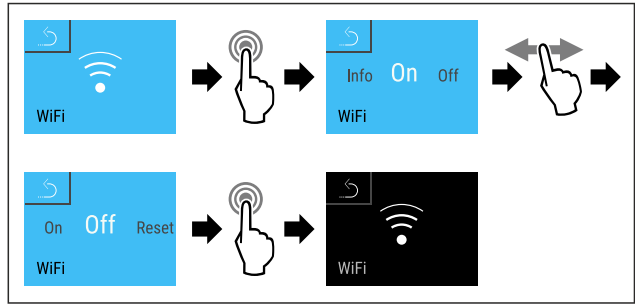

Fig. 120
- ▶ Efectuați pașii de acțiune (vezi Fig. 120) .